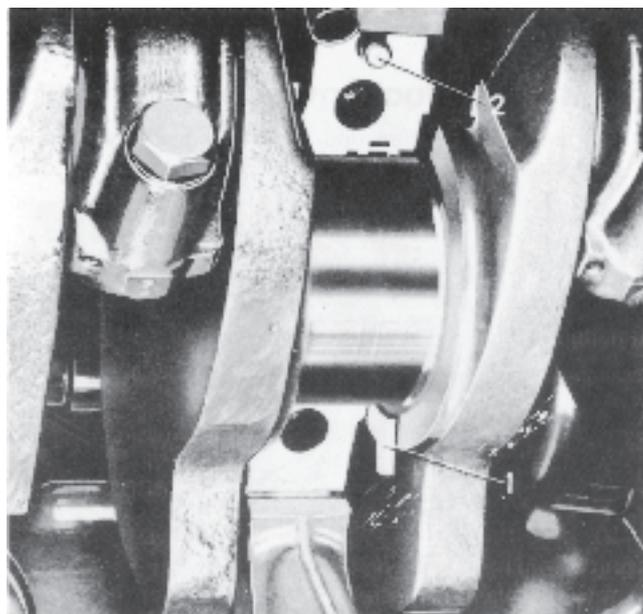

Fig. 88. Languette (1) de fixation et goupille (2) de positionnement pour chapeau de palier
4. Mettre les rondelles de butée au palier central (palier pilote). Les encoches de fixation sur les paliers empêchent toute erreur éventuelle de positionnement de ces rondelles (figure 88).